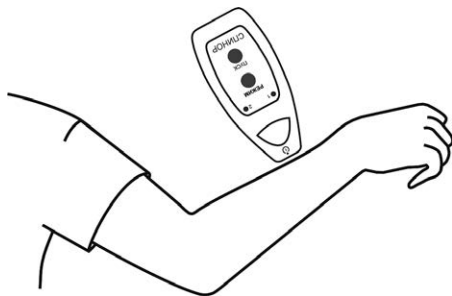

Рис. 6.
6.2.1. Перед началом процедуры возьмите аппарат в руку и приложите аппарат к поверхности кожи пациента, направляя рабочую поверхность встроенного излучателя на область воздействия (рис. 6).